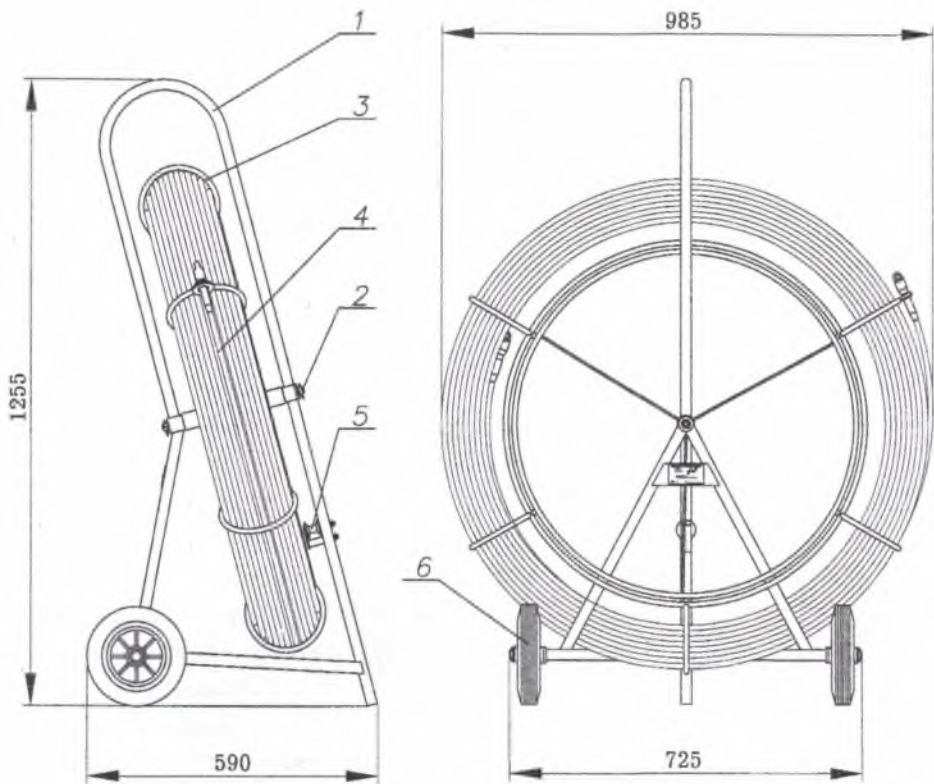

Рис. 1 Устройство для заготовки каналов УЗК-11/150, (УЗК-11/150 К)
4.1 УЗК (Рис. 1) представляет собой каркас 1, на котором на оси 2 крепится кассета 3. В кассету намотан стеклопруток 4. На каркасе закреплены направляющие 5, через которые пропускают стеклопруток при затягивании кабеля. Каркас имеет два колеса 6 для перемещения УЗК на рабочем месте.
5.7 При разматывании (сматывании) стеклопрутка из кассеты необходимо направлять пруток только через направляющие ролики 5 УЗК (Рис. 1).